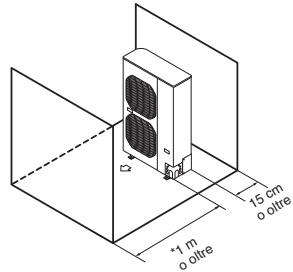

Fig. 2-3
- (2) Ostruzioni sui lati anteriore e posteriore (I lati sinistro, destro e superiore dell'unità sono aperti). (Fig. 2-3)